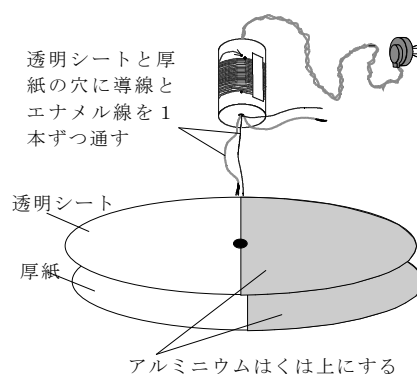

図 3 配線
- 4 方法3の透明シートと同じ大きさの円形厚紙の半分にアルミニウムはくを貼る（図3）。